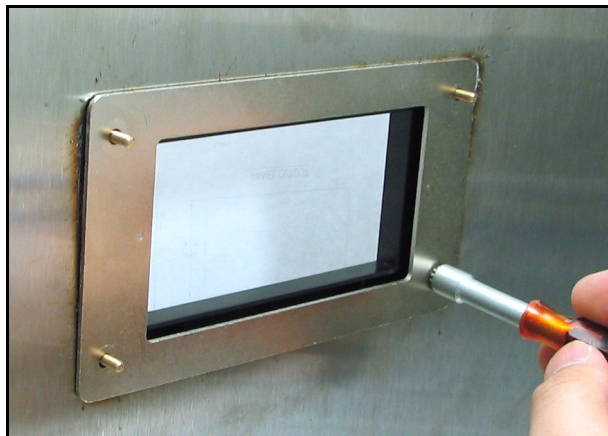
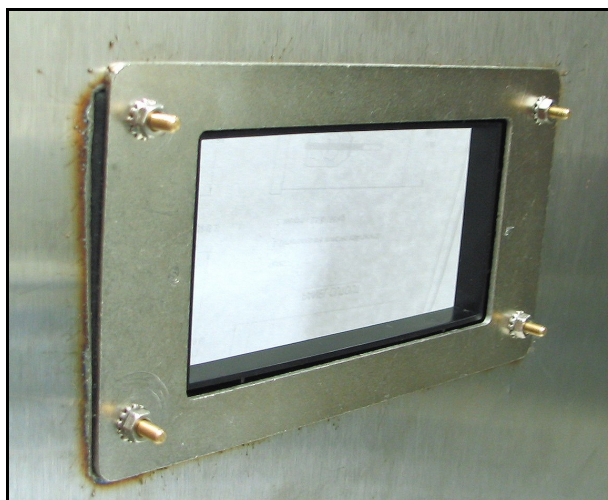

Рис. 19: Крепление пластины в сборе к панели
Рис. 20: Установка собранной пластины завершена
4. Установите гайки на четыре винта и закрепите пластину в сборе на панели (см. Рис. 19 и Рис. 20). Используя щуп, и введя его за прокладку, проверьте усилие сжатия, затягивая гайки так, чтобы зазор составил  $0,81 \text{ мм} \pm 0,05 \text{ мм}$  ( $0,032'' \pm 0,002''$ ).